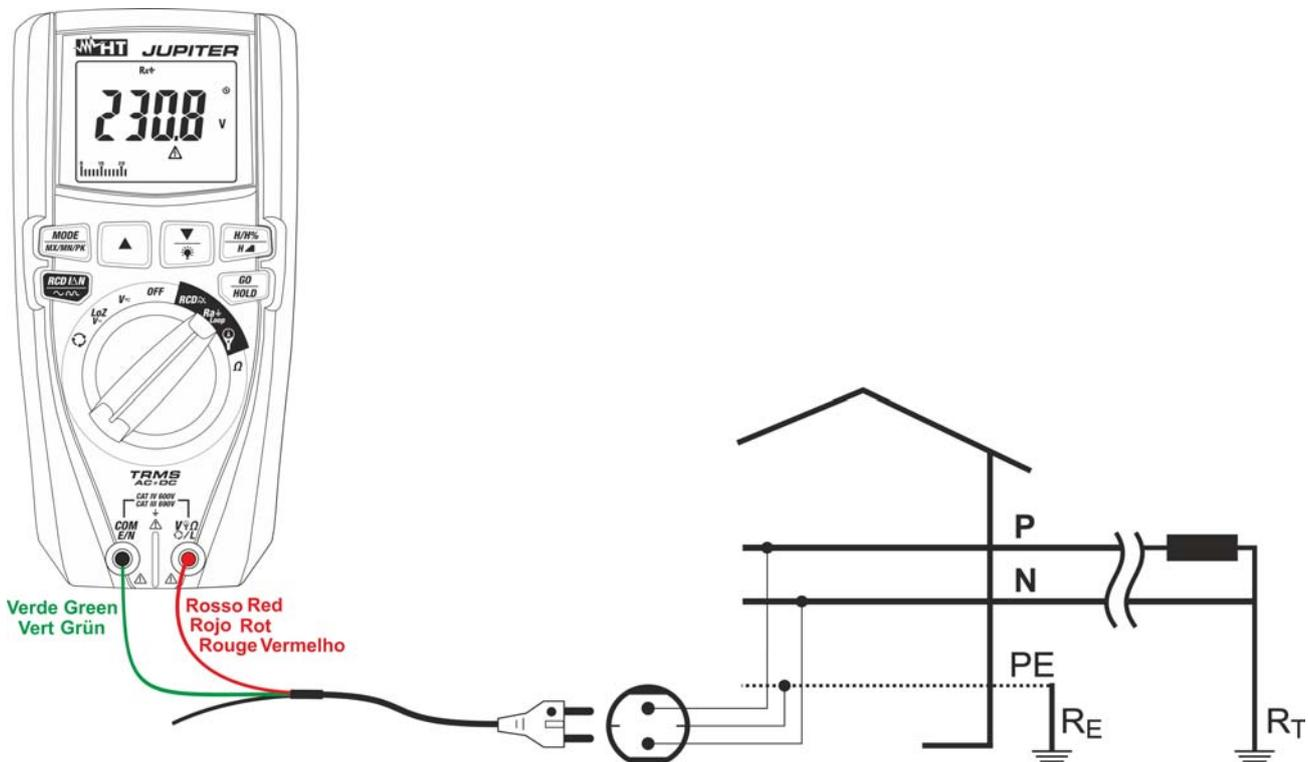

Fig. 23: Uso del instrumento para medida impedancia Bucle L-PE con cable de toma Schuko
5. **Para la medida de Bucle L-PE en caso de uso del cable con toma shuko** inserte el conductor rojo en el terminal de entrada **V $\Omega$ OL** y el conductor verde en el terminal de entrada **COM/E/N** y conecte el instrumento a la instalación en examen (ver Fig. 23). El valor de la tensión Fase-Tierra se muestra en pantalla